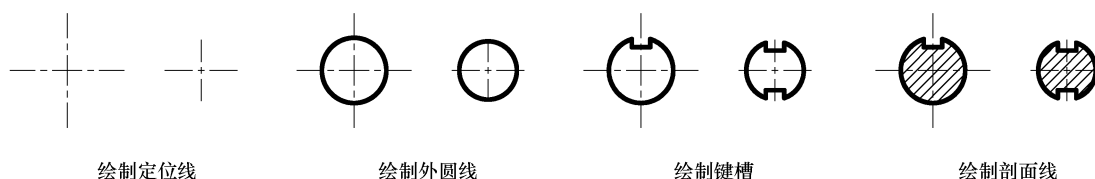

图 11-6 绘制轴断面图
Step 16 绘制断面图剖面线：切换“剖面线”图层，调用菜单栏“绘图”→“图案填充”命令，打开“图案填充和渐变色”对话框，“图案”设置为 ANSI31，“角度”设置为 0，“比例”设置为 1，其他选项使用默认情况。单击“添加：拾取点”按钮，回到绘图窗口，在待填充的封闭图线区域内拾取点，按 Enter 键，回到“图案填充和渐变色”对话框。单击“确定”按钮，完成剖面线的绘制。绘制轴断面图，如图 11-6 所示。